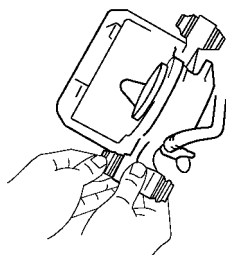

图 15-75 拆下 4 个防尘罩和两个套筒
- 1) 从分泵拆下 4 个防尘罩和两个套筒，如图 15-75 所示 (2WD)。